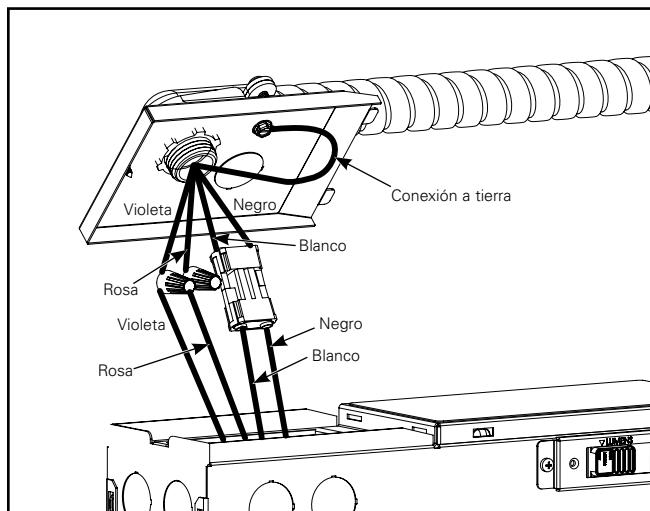

Figura 5.
- Lleve los cables de alimentación a la caja de conexiones utilizando una conexión de conducto a través de la placa de acceso superior. Conecte la línea (negra) y neutral (blanco) a la desconexión rápida suministrada. Fije el cable de tierra al tornillo de tierra en la placa de acceso. (Figura 5.)